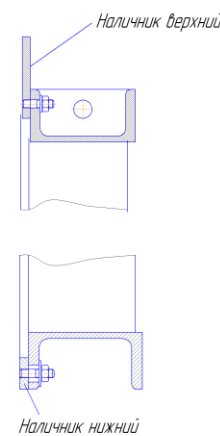

рис. 1
6.1. Для монтажа двери в правом исполнении до установки двери в проёме необходимо отвернуть гайки крепления наличников, снять наличники, поменять местами верхний и нижний наличник и закрепить их при помощи гаек (см. рис. 1)